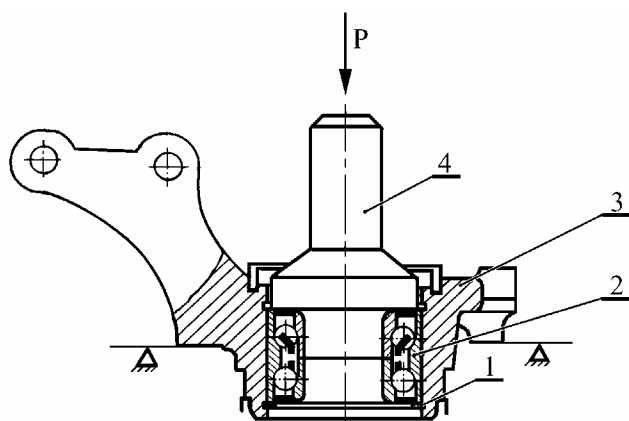

Рис.4. Выпрессовка из кулака и запрессовка в кулак подшипника ступицы переднего колеса:
3.14 Установить поворотный кулак на стол прессы, и выпрессовать подшипник из поворотного кулака, рис.4 (пресс гидравлический типа 2135-1М ГАРО, оправка 67.7853-9632).
3.16 Установить наружное стопорное кольцо 1, рис.4, в канавку поворотного кулака 3 и запрессовать новый подшипник 2 до упора в стопорное кольцо. Усилие запрессовки прикладывать на наружное кольцо подшипника (пресс гидравлический типа 2135-1М ГАРО, оправка 67.7853-9632, круглогубцы с удлиненными губками).